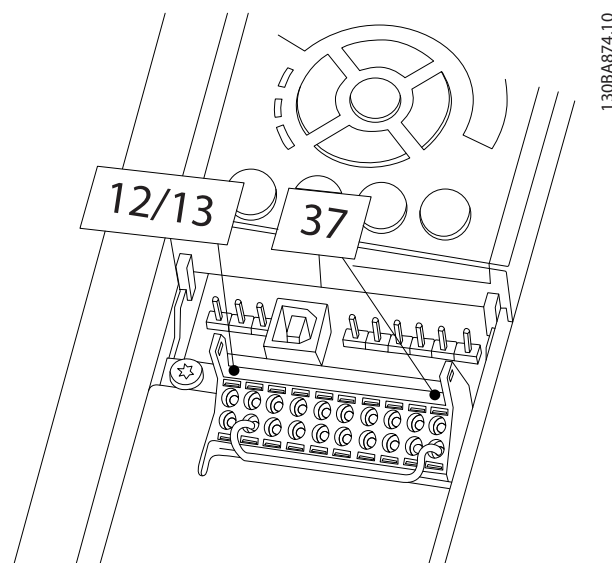

Bild 3.39 Bygel mellan plint 12/13 (24 V) och 37
1. Ta bort bygelledningen mellan styrplintar 37 och 12 eller 13. Det räcker inte att klippa eller bryta bygeln för att undvika kortslutning. (Se bygel på Bild 3.39.)